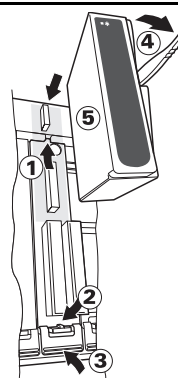

Figure 2: Montage des modules
1. Comme illustré à la Figure 2, mettre l'ergot du bord supérieur du terminal dans la fente de la base. (1)
2. Appuyer sur l'extrémité inférieure du terminal jusqu'à ce qu'un déclic se fasse entendre. (2)
3. Pour enlever un terminal, appuyer sur le clip de rétention (3) pour dégager le terminal et le retirer de la fente du fond de panier